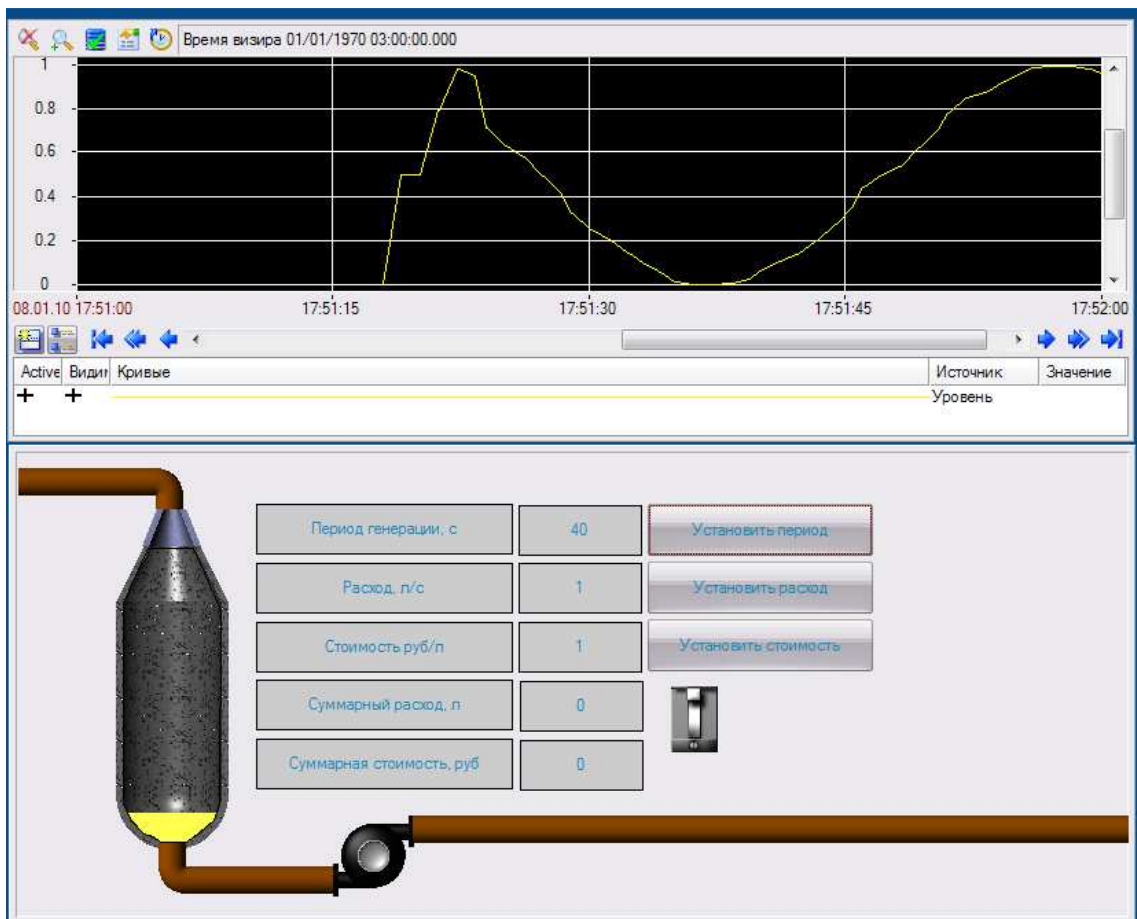

Рис. 3.72 Пример запуска проекта
9. **Запустите проект на исполнение.** Результат запуска проекта на исполнение будет отличаться тем, что будет выводиться результат предыдущих запусков проекта на исполнение, периодически будет происходить обновление тренда, который строит зависимость на основе данных архива. Цвет заливки емкости будет определяться уровнем продукта в емкости (рис. 3.72). Посмотрите созданный отчет тревог, который размещается в директории с именем узла, размещенной в директории проекта.